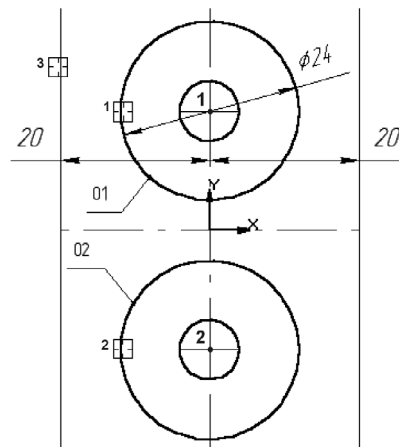

Рис. 29.11. Построение окружностей
1. Используя команду **Окружность**, постройте две окружности о1 и о2 радиусом 12 мм. Центры окружностей расположите в точках 1 и 2 (рис. 29.11).
3. Постройте две прямые, параллельные вертикальной оси симметрии детали. Расстояние от оси до прямых задайте равным 20 мм (рис. 29.11).
5. В ответ на запросы системы последовательно укажите курсором окружность о1 (курсор 1 на рис. 29.11), окружность о2 (курсор 2) и левую вспомогательную прямую (курсор 3). На чертеже будут построены фантомы окружностей, для которых выполняются условия построения.